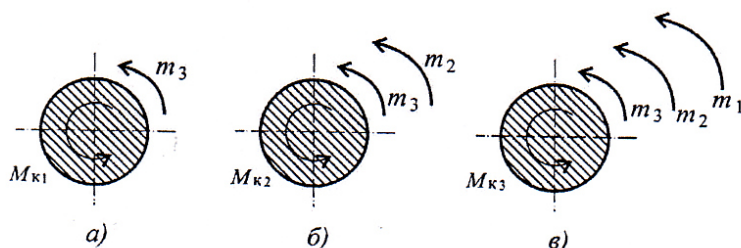

Рис. 33
1. Пользуясь методом сечений, определяем крутящие моменты на участках вала (рис. 33).
Сечение 1 (рис. 33 а): $M_{k1} = m_3 = 400 \text{ Н·м}$.
Сечение 2 (рис. 33 б): $M_{k2} = m_3 + m_2 = 800 \text{ Н·м}$.
Сечение 3 (рис. 33 в): $M_{k3} = m_3 + m_2 + m_1 = 1000 \text{ Н·м}$.
Максимальное значение крутящего момента на валу в этом случае 1000 Н·м (рис. 33).